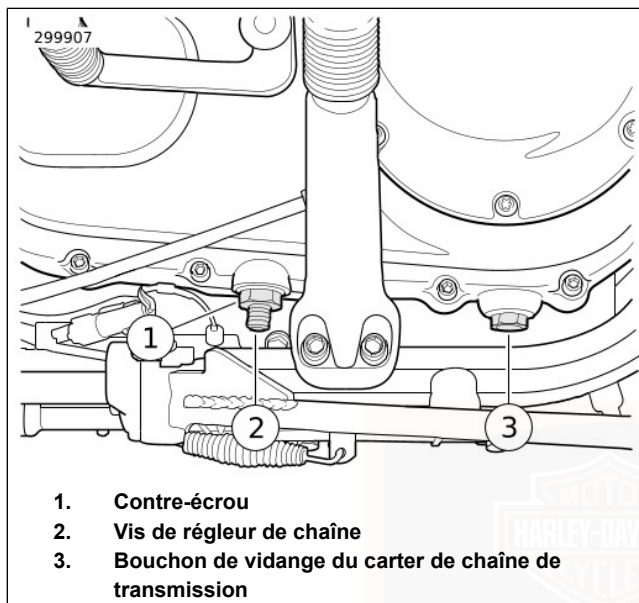

Figure 33. Régleur de chaîne primaire : modèles Sportster 2007
4. Voir la Figure 33. Desserrer le contre-écrou (1).
5. Tourner la vis de réglage de chaîne (2) dans le sens horaire (vers l'intérieur) pour réduire le jeu ou dans le sens antihoraire (vers l'extérieur) pour l'augmenter. Le jeu vertical doit se trouver dans les limites indiquées. Consulter le Tableau 27.